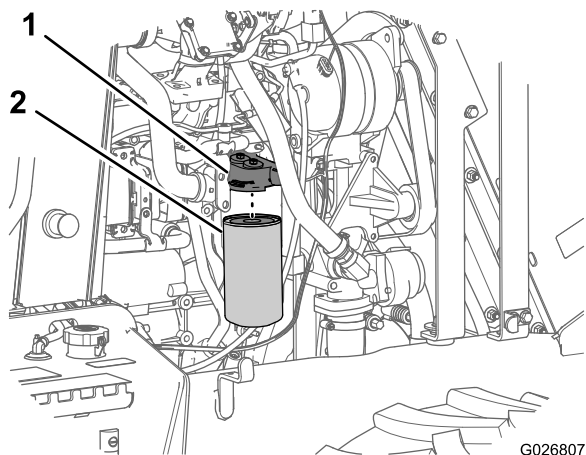

Figura 71
2. Posicione uma pequena bandeja de drenagem sob o filtro de óleo (Figura 71).
3. Gire o filtro de óleo à esquerda e remova-o (Figura 71).
7. Alinhe o novo filtro de óleo ao cabeçote do filtro de óleo e gire o filtro à direita até que a vedação do filtro de óleo entre em contato com a cabeça (Figura 71).
8. Aperte o filtro de óleo com a mão, dando de 3/4 a 1 volta completa (Figura 71).